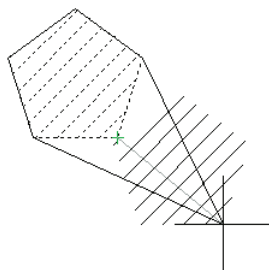
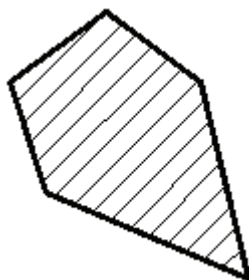

Рис. 82. Растягиваем пятиугольник
Рис. 83. Результат выполнения команды Растянуть
**РАСТЯНУТЬ** Вторая точка или <считать перемещением первую точку>: укажите направление растяжения, как показано на рис. 82. Завершаем команду щелчком ЛКМ (рис. 83).